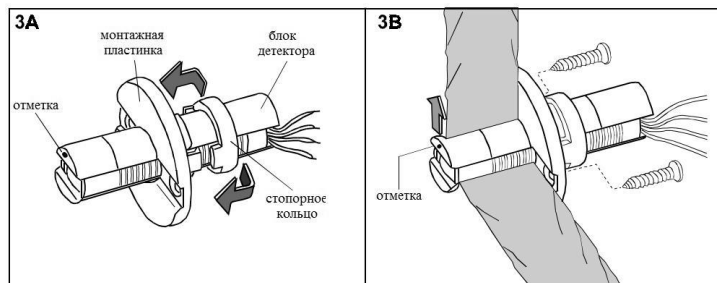

Рисунок 3 (А и В) - Установка за стеной
2. Держите блок детектора с боковых сторон и вставьте его, со стороны линзы, в монтажную пластинку (Рисунок 3А).
4. Установите стопорное кольцо на заднюю часть блока детектора и передвигайте его через насечки на монтажной пластинке до тех пор, пока блок детектора не займет устойчивого положения в монтажной пластинке (Рисунок 3А).
- Установите на горизонтальную линию отверстия для винтов на монтажной пластинке и убедитесь, что отметка на передней части блока детектора находится сверху (Рисунок 3В).
- Вставьте блок детектора, начиная с передней части, с отметкой на передней части сверху (Рисунок. 3В), в отверстие и закрепите монтажную пластинку к задней части стены с помощью имеющихся винтов.